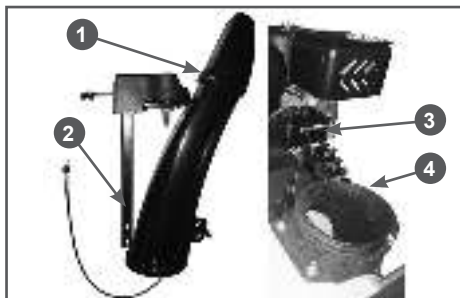

Рис. 10 Установка желоба выброса снега ST662E
10. Установите желоб 1 выброса снега со стойкой 2 и механизмом поворота в сборе (Рис. 10) на снегоотбрасыватель. Установите желоб 1 выброса снега на корпус основания желоба 4, а основание стойки 2 вставьте в кронштейн 3 (Рис. 10). Закрепите стойку 2 в кронштейне 3 с помощью двух болтов и гаек (Рис. 10).